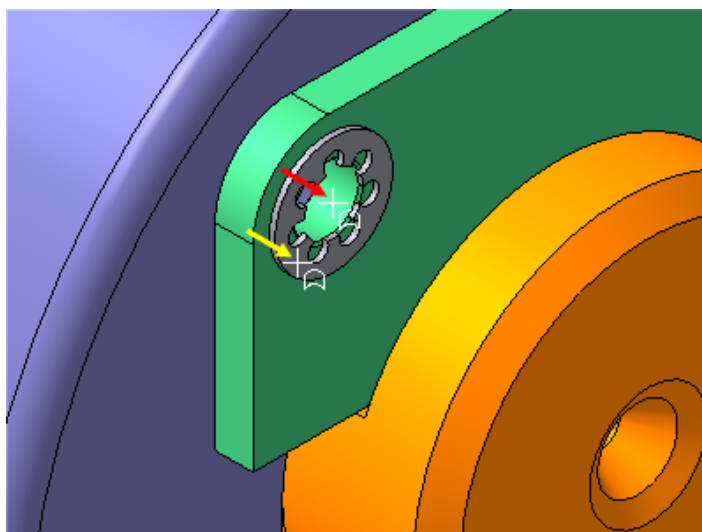

Рисунок 27.
- Для автоматического наложения сопряжений укажите круглую грань отверстия в Планке (красная стрелка) и плоскую грань Шайбы (желтая стрелка) (рис. 27).